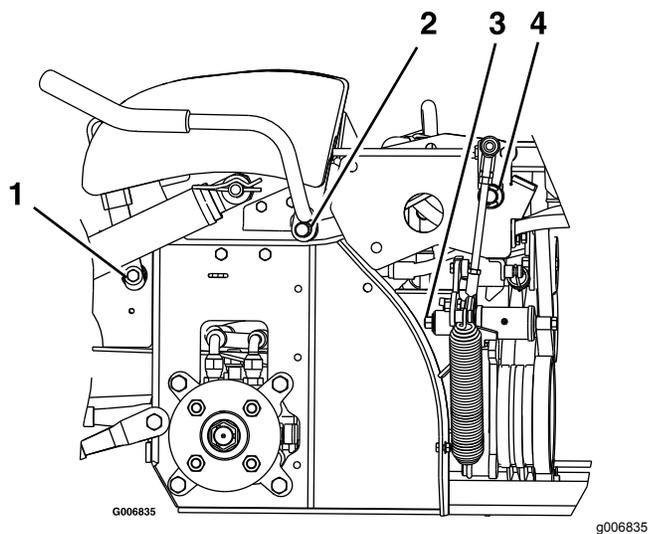

Рисунок 33
3. Смажьте бронзовые втулки на оси поворота рукоятки тормоза смазкой из распылителя или жидким маслом (**Рисунок 33**).